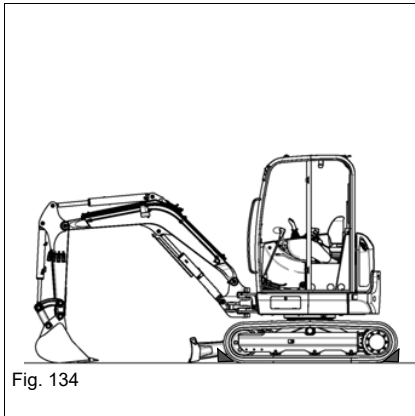

Fig. 134
10. Proteger o veículo com calços (ver Fig. 134).